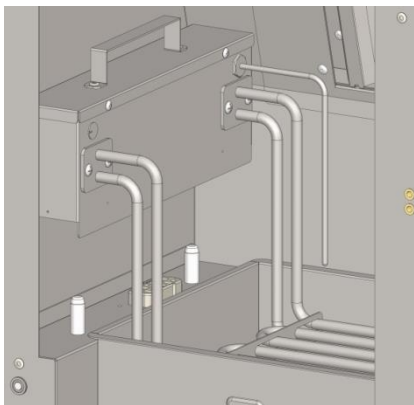
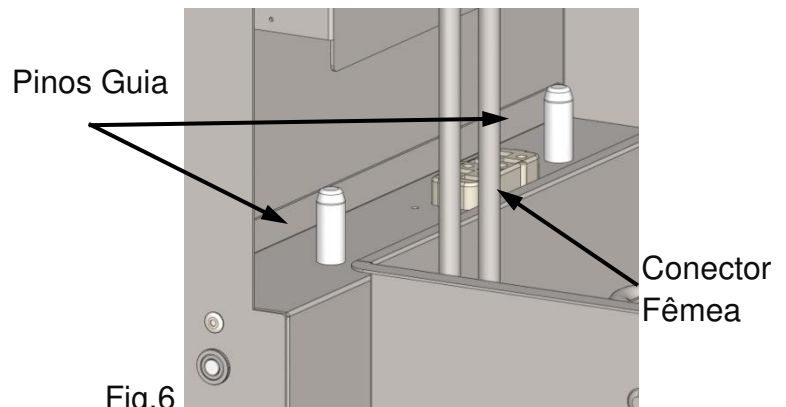

Fig.5
Fig.6
- Posicione o conjunto de resistência na câmara de cocção (Fig.5), guiando com os pinos guia (Fig.6);
- O conector macho do conjunto de resistências deve se conectar ao conector fêmea na parte de baixo da câmara de aquecimento (Fig. 6);